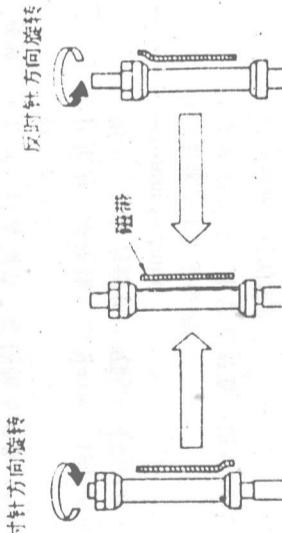

图50
②跨上基准平面板, 并将卷盘高度夹具置于其上;
- 步骤: ①设定使导杆上凸缘底和卷盘高度夹具顶之间的间隙等于0~0.2mm, 如图50(a)所示;
②装一空白磁带并走带检查磁带是否不卷乘到导杆上、下凸缘上面去;
③如果磁带卷乘到凸缘上, 则顺如下面所述调节导杆的高度。
磁带如果是卷乘到上凸缘, 如图50(b)所示, 则反时针方向旋转螺帽;
磁带如果是卷乘到下凸缘, 如图50(b)所示, 则须时针方向旋转螺帽。
- 准备: ①使用的测试装置是基准平面板(零件号码7099279)和卷盘高度夹具(零件号码7099038);
- ②装一空白磁带并走带检查磁带是否不卷乘到导杆上、下凸缘上面去;
- ③如果磁带卷乘到凸缘上, 则顺如下面所述调节导杆的高度。
- 磁带如果是卷乘到上凸缘, 如图50(b)所示, 则反时针方向旋转螺帽;
- 磁带如果是卷乘到下凸缘, 如图50(b)所示, 则须时针方向旋转螺帽。